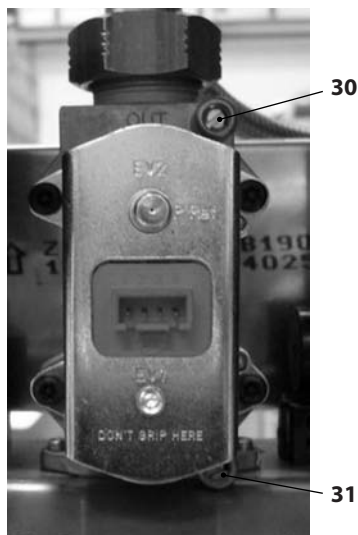

Figura 7.1
Con la caldera apagada (fuera de servicio), compruebe la presión de alimentación usando la toma 30 en la Figura 7.1 y compare el valor indicado con los mostrados en la tabla Presiones de alimentación de gas de la sección "Datos técnicos MIDAS 24E" en la pág. 24, "Datos técnicos MIDAS 28E", pág. 27 y "Datos técnicos MIDAS 32E", pág. 30.
- Vuelva a cerrar bien la toma de presión 30 en la Figura 7.1.
- Abra la toma de presión 30 en la Figura 7.1 y conecte un manómetro.